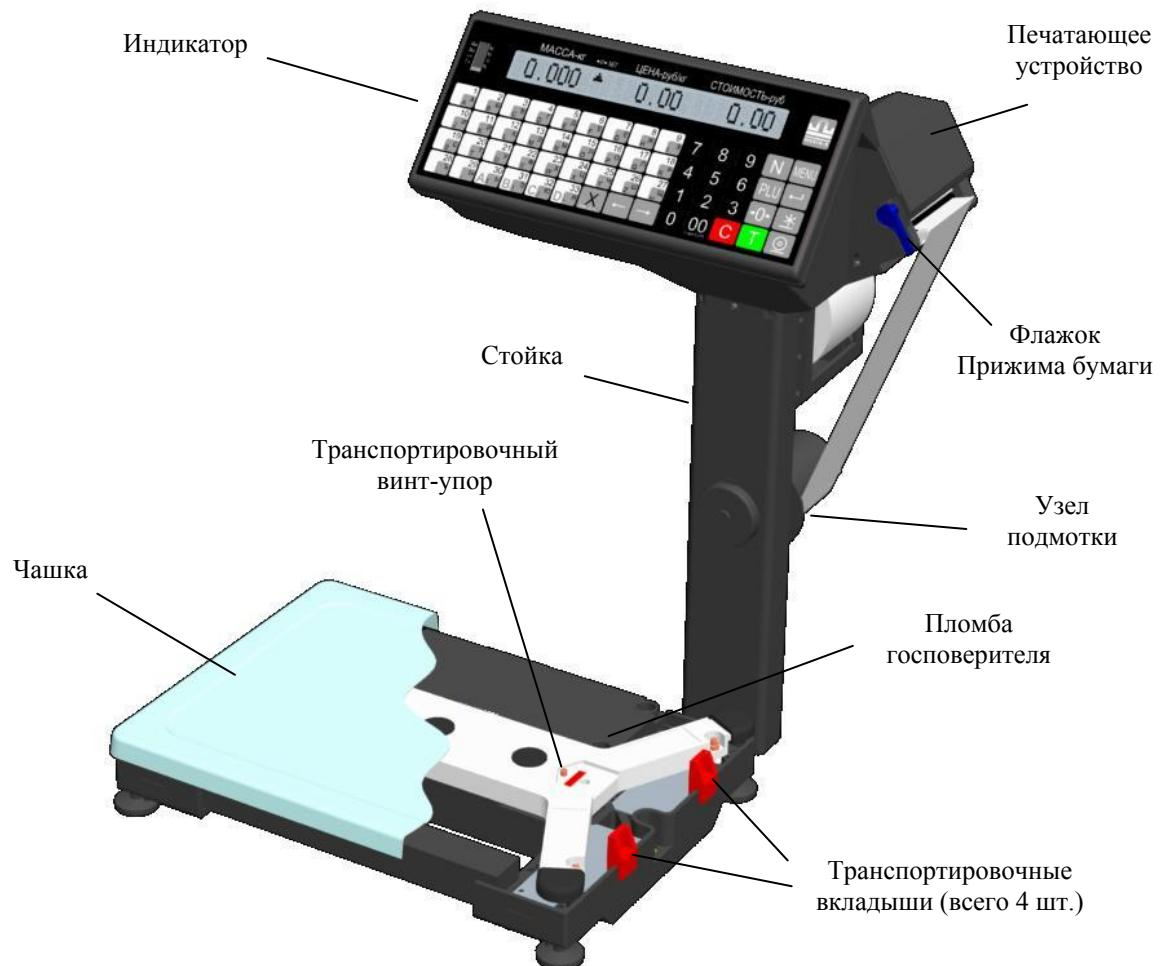

Рис. 3. Общий вид весов ВПМ_Т1
Общий вид весов (Рис. 3) приведен для модификации торговых весов ВПМ_Т1.
Снять чашку. Снять транспортировочные вкладыши (Рис. 3).
Вывернуть полностью транспортировочный винт-упор (Рис. 3), вращая его только против часовой стрелки.
- Поднять флагок прижима бумаги (Рис. 3).